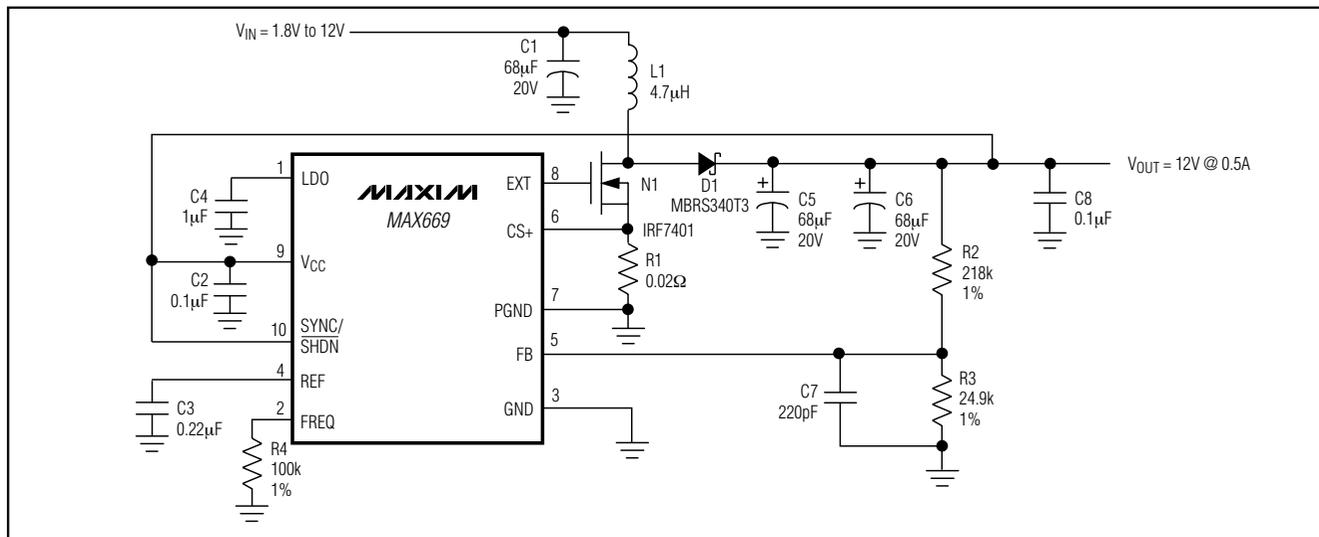
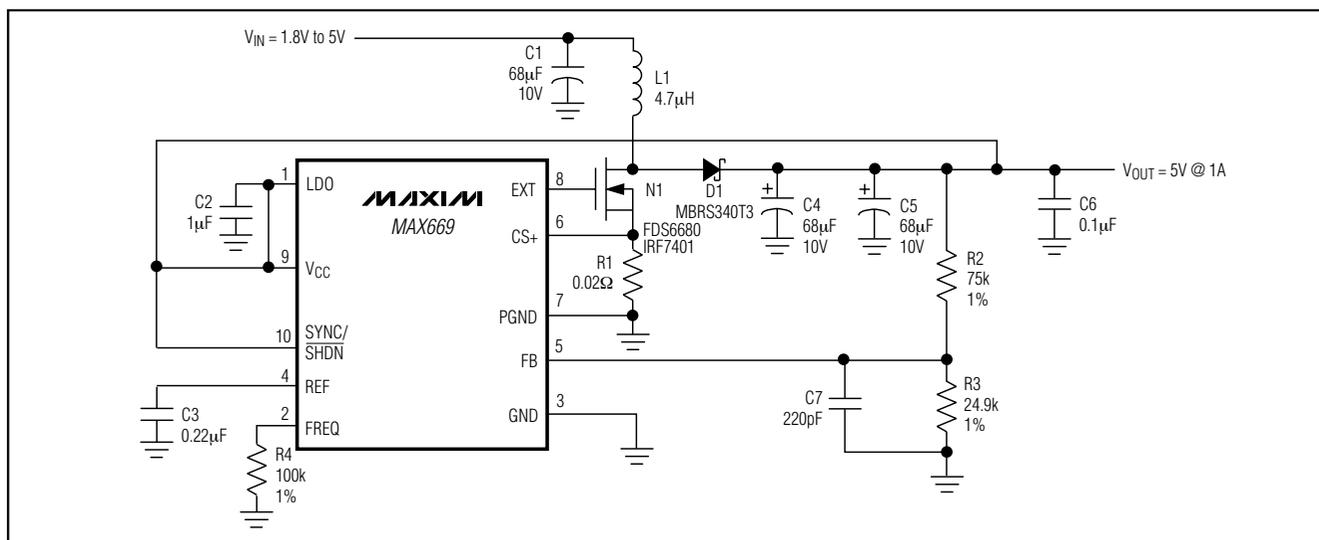

図2. MAX669の高電圧ブートストラップ構成
図3. MAX669の低電圧ブートストラップ構成
(Circuits of Figures 2, 3, 4, and 5; $T_A = +25^\circ\text{C}$; unless otherwise noted.)
V_{CC} とLDOにより異なる入力及び出力電圧範囲に対して変換効率、回路消費電流及び全負荷スタートアップ動作特性が最適になるように、各種のバイアス接続を可能としています。これらの接続を図2、3、4及び5に示します。この各接続の特性の概要を表1に記載しています。
図2のように V_{CC} を V_{OUT} に接続した場合、EXTの電圧スイングは V_{CC} が5.2V以上のときに5V、そして V_{CC} が5.2V以下のときに $V_{CC} - 0.2V$ になります。出力電圧が5.5Vを超えなければ、 V_{CC} をLDOに接続し内蔵レギュレータをディセーブルすることができます(図3)。これによりLDOのフォワード電圧降下が無くなり、外部FETに最大限のゲート駆動電圧が供給されます。
* 標準のステップアップDC-DC回路(図2、3、4及び5に示すような回路)では、 V_{IN} が V_{OUT} よりも高い場合、レギュレーションを維持することができません。SEPIC回路及びトランスを使用した回路には、このような制限が全くありません。
出力電圧は、2個の外部抵抗(R_2 及び R_3 、図2、3、4及び5)によって設定します。最初に、 R_3 の値を10kから1Mの範囲内で選択します。その後で、下記の数式から R_2 の値を求めます。